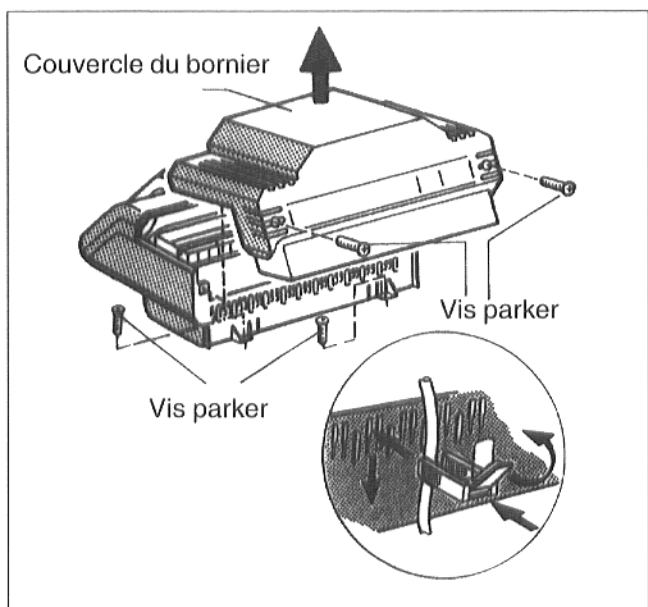

Fig. 20
- Dévisser les 2 vis du couvercle de protection du bornier de l'appareil de régulation. Retirer le couvercle de protection du bornier (Fig. 20)
- A l'arrière visser le socle de l'appareil à droite et à gauche sur la jaquette avant de la chaudière, à l'aide de 2 vis Parker (figure 20)
- Fixer tous les câbles à l'aide de serre-câbles : enfoncer le serre-câble muni du câble dans le haut des fentes du cadre de fixation des serre-câbles : la nervure du levier doit être dirigée vers le haut. Pousser le serre-câble vers le bas et l'enfoncer. Rabattre le levier vers le haut (Fig. 20)